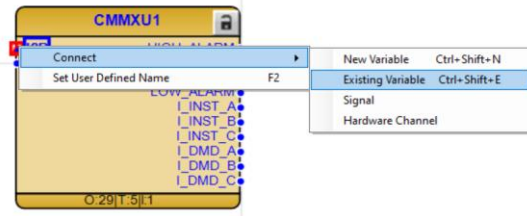

Imagen 373_Conexión de nueva variable en el puerto de entrada I3P del bloque CMMXU1.
5.2.31 Posteriormente vamos a conectar una variable diferente desde “Connect - Existing Variable” como se muestra en la **Imagen 373**.